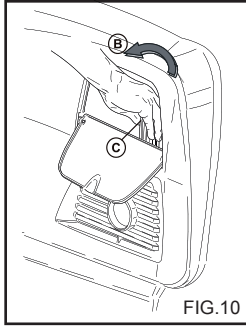

FIG.10
Este capítulo diz respeito apenas aos modelos equipados com o dispositivo "Regulador de pressão". O dispositivo regulador de pressão, fig. 10, permite regular a pressão de trabalho. Rodando o manípulo C no sentido inverso ao dos ponteiros do relógio (B) (mínimo) obtém-se uma redução da pressão de funcionamento